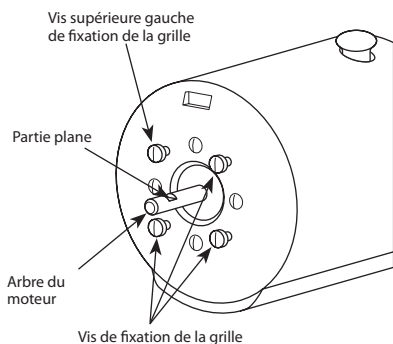

FIGURE 5
15. Retirer de la face du moteur la vis supérieure gauche de fixation de la grille. Voir Figure 5. Desserrer les trois autres vis de fixation de la grille.